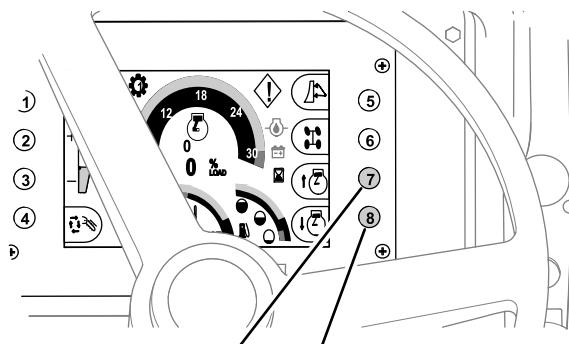

Рисунок 38
- Чтобы **увеличить** частоту вращения двигателя, нажмите кнопку 7 на дисплее центра управления (Рисунок 38).
- Чтобы **уменьшить** частоту вращения двигателя, нажмите кнопку 8 на дисплее центра управления (Рисунок 38).